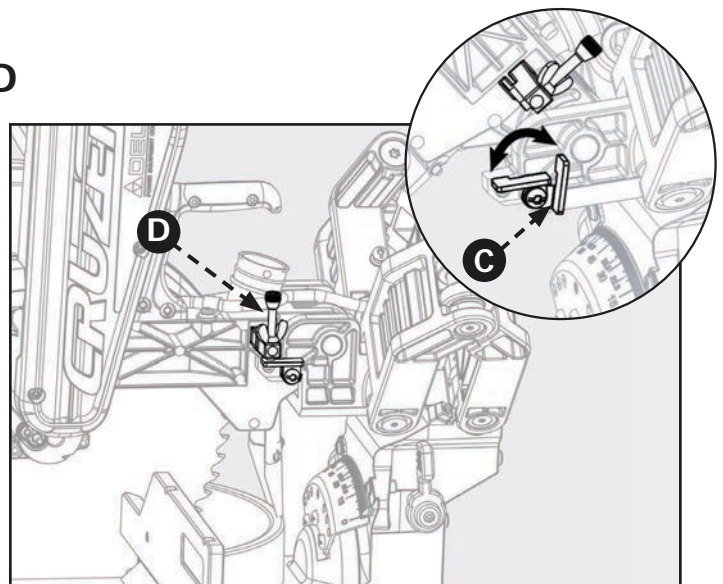

Figura 32
Consulte la Figura 32 y siga estas instrucciones para establecer el tope de profundidad en la profundidad de corte específica: gire el soporte del tope (C) hacia la izquierda hasta la posición hacia abajo. Ahora puede ajustar la profundidad del corte girando el tornillo de ajuste de profundidad (D).
Consulte la Figura 32 y siga estas instrucciones para realizar un corte pasante: gire el soporte del tope (C) hacia la derecha hasta la posición hacia arriba.